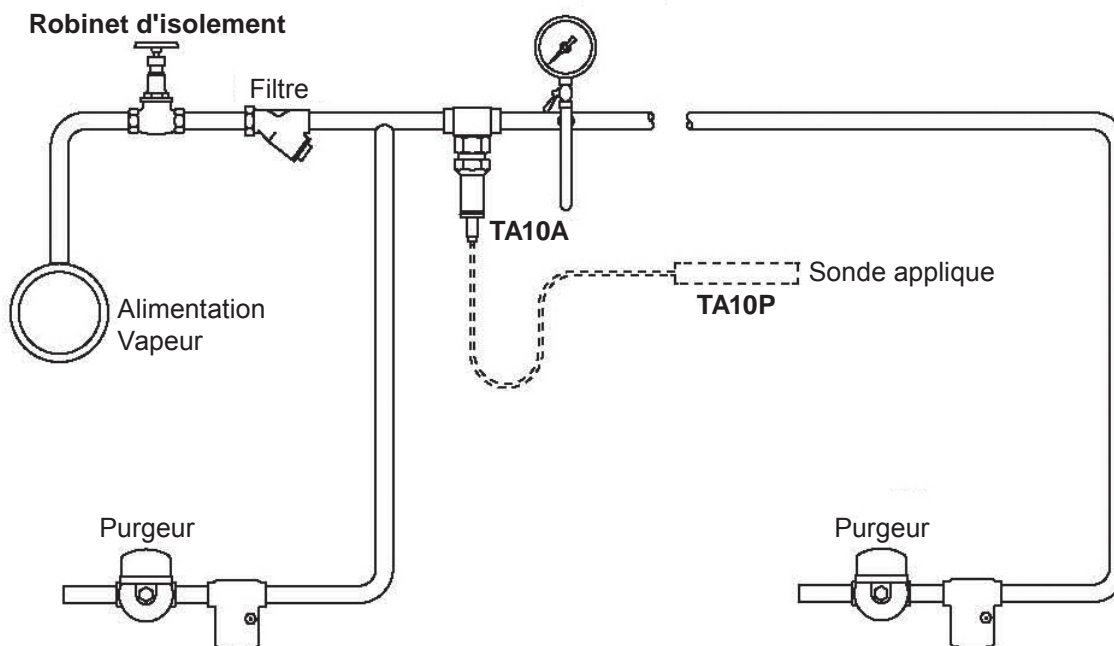

Fig. 2 Application type
- 3.1 S'assurer que toute la tuyauterie est propre avant d'installer le régulateur. Il est recommandé d'installer un filtre en amont du régulateur (voir Fig. 2).